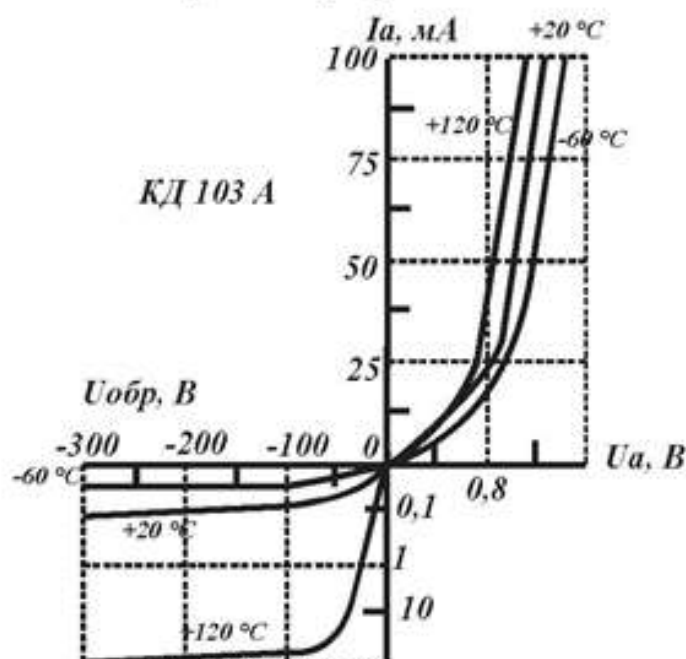

Рис. 4. 1
4.1. По вольт-амперной характеристике кремниевого выпрямительного диода КД103А при  $t = 20$  °С (рис. 4. 1), определить сопро-
4.2. Используя вольт-амперную характеристику диода КД103А при  $t = 20$  °С (рис. 4. 1), определить сопротивление постоянному току при обратном включении для напряжений  $U_{обр} = - 50; - 100; - 200$  В. Построить график зависимости  $R_0 = f(U_{обр})$ .
4.3. Построить зависимость сопротивления постоянному току диода КД103А при прямом включении от температуры окружающей среды, используя характеристики, представленные на рис. 4. 1, для  $U_{пр} = 0,4; 0,6; 0,8$  В.
4.4. Используя вольт-амперную характеристику диода КД103А при  $t = 20$  °С (рис. 4. 1), определить дифференциальное сопротивление и крутизну прямой ветви для напряжения  $U_{пр} = 0,8$  В.
4.5. Определить дифференциальное сопротивление и крутизну обратной ветви вольт-амперной характеристики диода КД103А при  $t = 20$  °С (рис. 4. 1) для напряжения  $U_{обр} = - 50$  В.
4.7. По вольт-амперной характеристике диода КД103А (рис. 4. 1) определить изменения прямого тока при изменении температуры от  $- 60$  до  $+ 120$  °С для значений  $U_{пр} = 0,4; 0,6; 0,8; 1$  В.